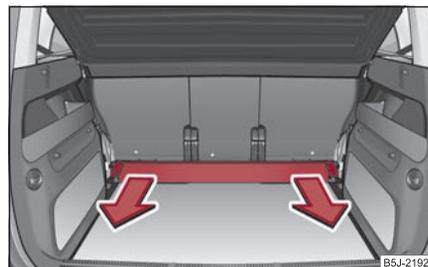

Fig. 86 Maletero: Retirar la guía portante transversal
- Coger la guía portante transversal ⇒ página 79, fig. 86 y sacarla tirando de ella en sentido de la flecha.